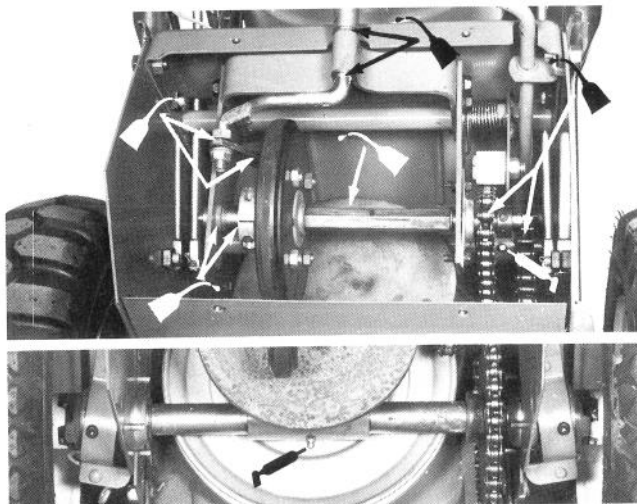

Fig. 33
3. Fjern de fire selvskærende skruer som fastholder bagerste dæksel, løft dækslet af. Smør drivkæderne, bøsninger, nylonringen og de andre bevægelige dele sparsomt med olie eller nr. 2 fedt (Fig. 33). Tør overflødig olie eller fedt af. Sæt dækslet på igen med de fire selvskærende skruer.